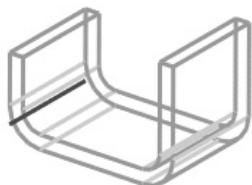

图 4.1.10 材料内侧
- ◆ **材料内侧** 选项：在成型状态下，折弯线位于折弯区域的外侧平面，如图 4.1.10 所示。